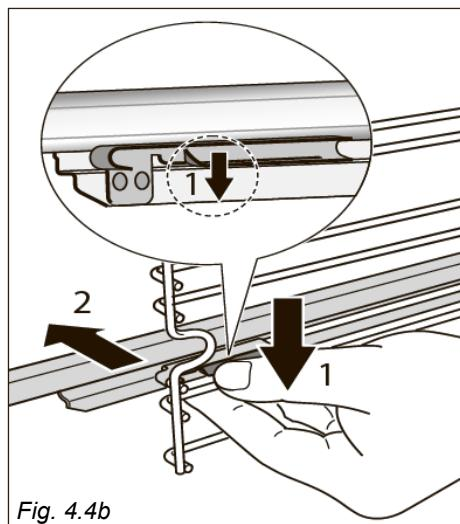

Fig. 4.4b
- Localize os cliques de encaixe das calhas deslizantes; são as aletas que estão encaixadas nas guias dos suportes laterais (seta "1" na fig. 4.4b).
- Puxe os cliques para libertar a guia dos suportes laterais (seta "2" na fig. 4.4b).